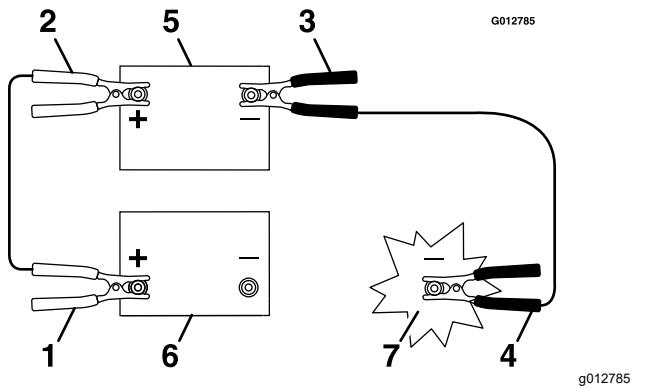

Figure 48
- Connectez le câble positif (+) à la borne positive (+) de la batterie à plat qui est reliée au démarreur ou au solénoïde (Figure 48).